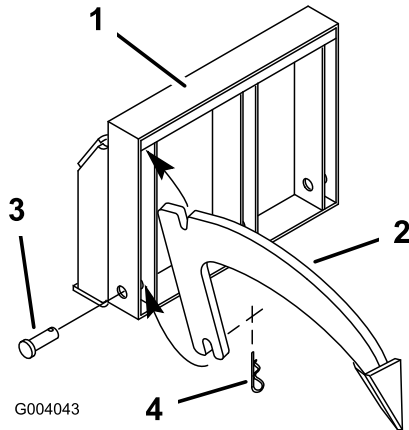

Figura 3
1. Coloque la ranura de la parte superior del accesorio en la barra superior, en una de las 3 posiciones de montaje de accesorios (Figura 3).
2. Gire la parte inferior del accesorio hasta que entre en el bastidor y fíjela con un pasador (Figura 3).
3. Sujete el pasador con una claveta (Figura 3).